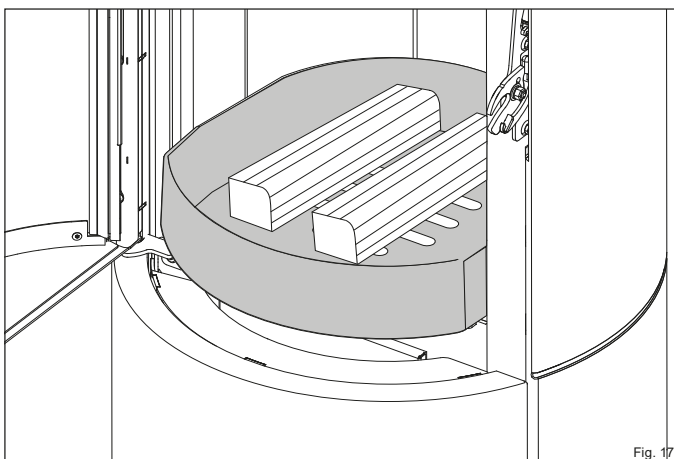

Fig. 17
- ▶ Placez deux bûches (④) avec un poids total de 1,4 kg au centre dans le foyer (avec la partie frontale orientée vers l'avant) Laissez env. 5 cm d'écart avec la vitre du foyer (Fig. 17).